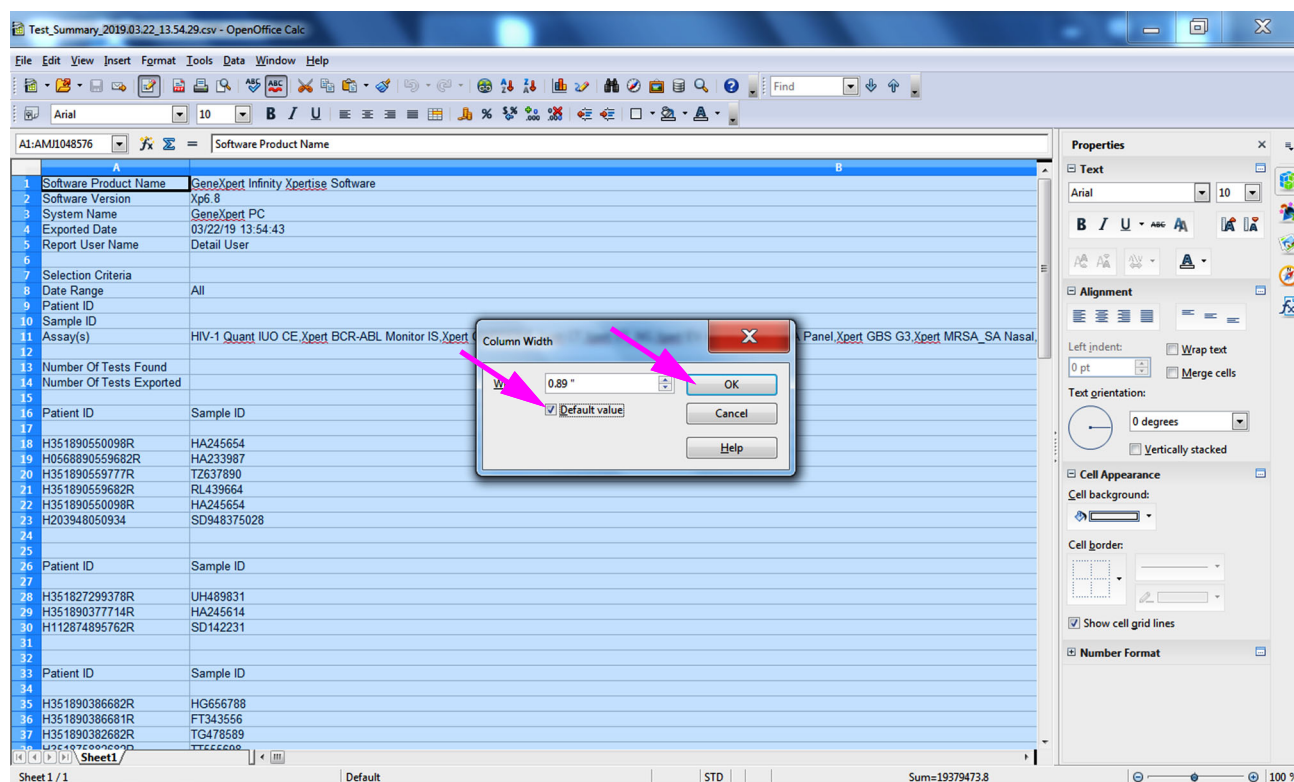

图 C-8. 列宽 (Column Width) 对话框
11. 在此下拉菜单中，单击**列宽 (Column Width)**。将显示列宽 (Column Width) 对话框。请参见图 C-8。